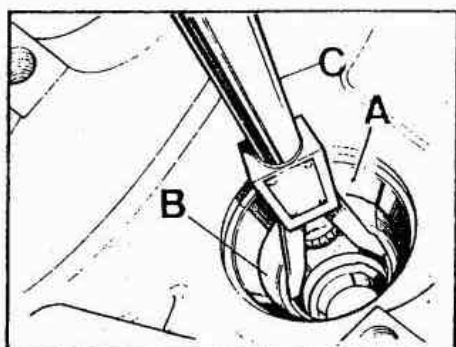

Fig. E-73 Desmontaje a presión de -
1.8. Con el extracto 191652, C, extraer la pista, B (Fig. E-73) del cojinete del extremo de la brida y la pista, A, del cojinete de cabeza del piñón de ataque. Retirar también los suplementos de reglaje de altura existentes entre el cárter del diferencial y la pista desmontada, A.